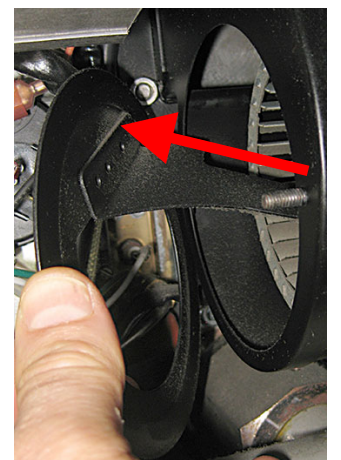

図10
13. 斜めに引き出して、グリルの後ろのダイバータを取り外します（図10を参照）。